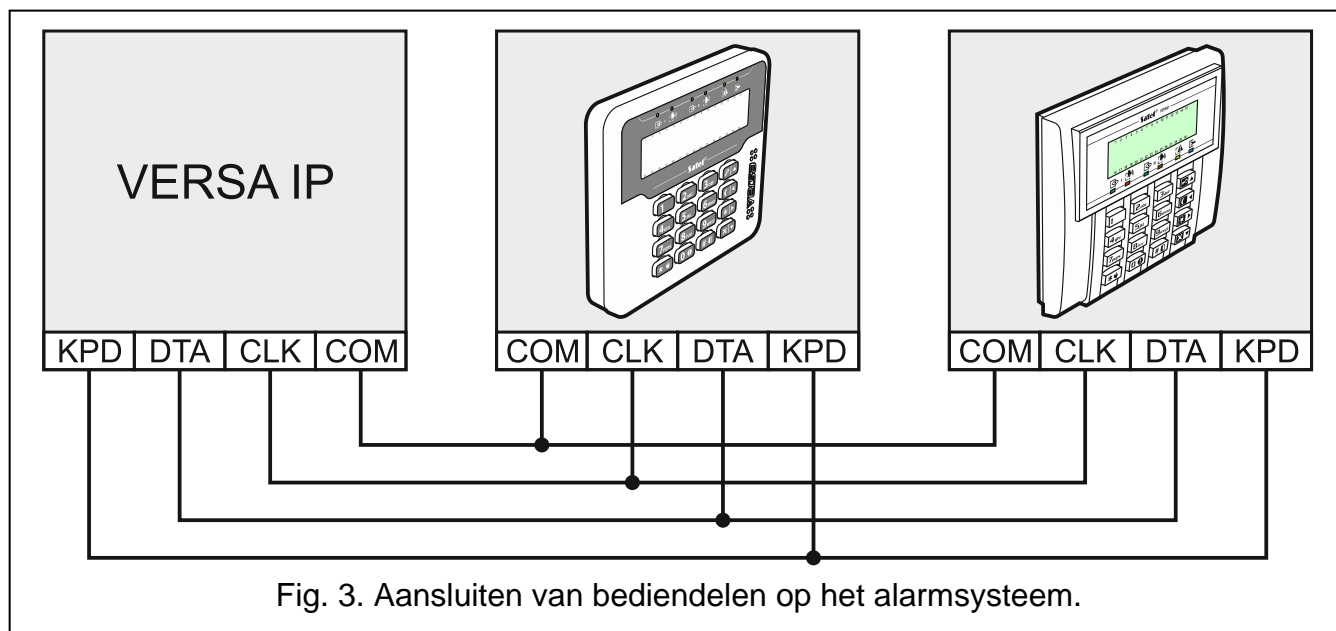

Fig. 3. Aansluiten van bediendelen op het alarmsysteem.
6. Sluit het bediendeel aan op de juiste aansluitingen (zie: Fig. 3).